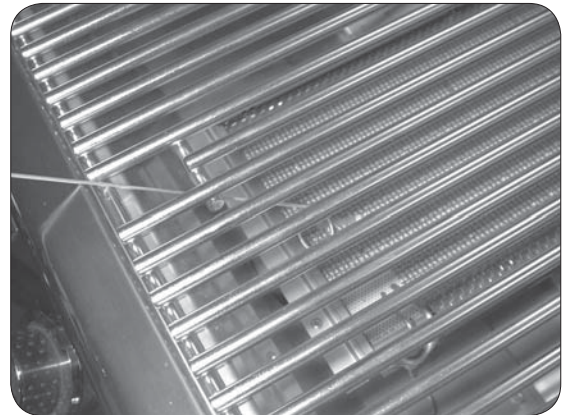

Fig. 20-2 - Éclairage manuel
2. Insérez un allumeur brûlant de butane de long-baril, une allumette brûlante de long-tige, ou une allumette brûlante tenue par un support de prolongation de fil par la grille à cuire s'ouvrant au dessus du brûleur (fig. 20-2).
4. Si le brûleur ne se allume pas dans les cinq (5) secondes de tourner le bouton de commande, enfoncez immédiatement le bouton et tournez la valve à AU LOIN. ATTENDEZ CINQ (5) MINUTES avant de répéter les étapes 2 à 4 des instructions manuelles d'éclairage.